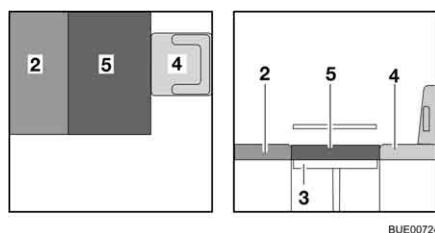

Bild 111 Efter ombyggnaden
- Lägg extradynan (Bild 111,5) på bordet.
- Skjut förarstolen (Bild 111,4) bakåt vid behov.